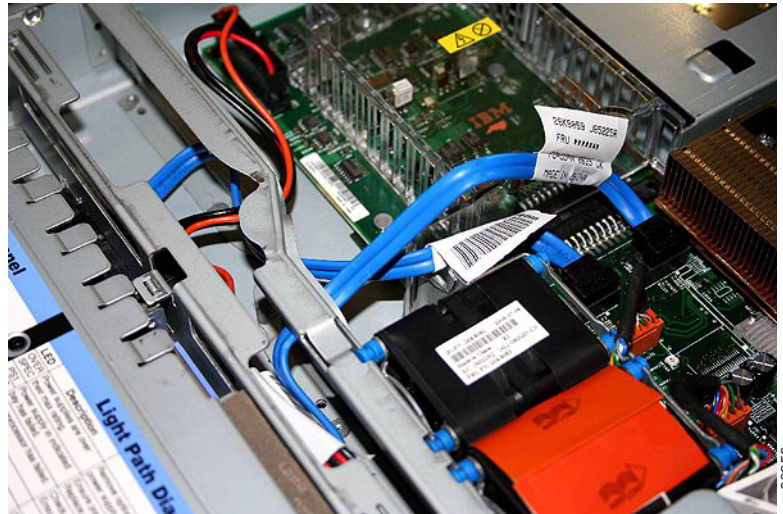

図 168. SATA ケーブル・アセンブリーの再接続
4. 電源機構バックプレーン・カードに電源ケーブルを再接続します。次に、システム・ボードに 2 本の青色の信号ケーブルを再接続します。583 ページの図 168 に示すように、左のケーブルはフロント・システム・ボードのコネクターに、右のケーブルは背面システム・ボードのコネクターに接続します。